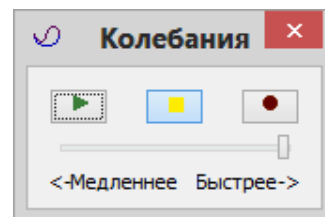

Рис.3.32. Диалоговое окно Колебания
- В диалоговом окне **Колебания** (рис.3.32) щелкните по кнопке  – **Воспроизвести анимацию**.